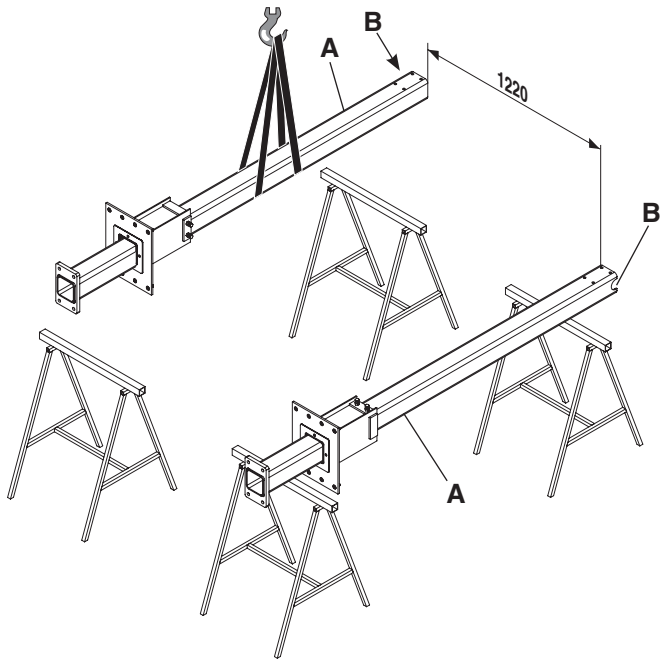
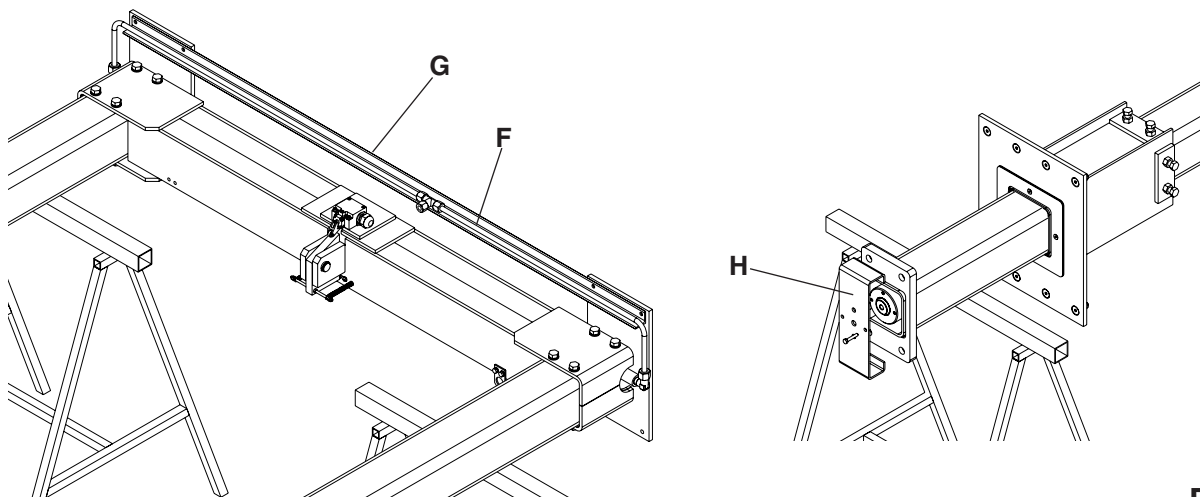

Fig. 10
Fig. 14
- Sollevare le due colonne (A), disporle su quattro cavalletti (fig. 10) ad una distanza di circa 1220mm con gli scassi (B) all'esterno.
- Montare il tubo (F) nei raccordi dei pistoni come in fig. 14 serrandoli bene dopo aver tolto i tappi da tutti i raccordi.
- Montare l'angolare di collegamento (G).
- Montare la piastra (H) su entrambi i pistoni per non farli uscire nel momento in cui il telaio viene montato nella parte sotterranea.
- Lift the two posts (A), and lay them onto four stands (fig. 10) at a distance of about 1,220 mm one from another, and with the shaped recesses (B) facing out.
- Insert tube (F) inside piston connectors, as shown in fig. 14. Remove caps from all connectors and then tighten them well.
- Fit connection angle bar (G).
- Fit plate (H) on both pistons, so as to prevent them from coming out when frame is assembled in the underground area.
- Die zwei Säulen (A) anheben und auf vier Auflageblöcken (Abb. 10) in einem Abstand von ca. 1220 mm mit den Aussparungen (B) nach außen anordnen.
- Die Leitung (F) in die Anschlussstücke der Kolben, wie Abb. 14 angegeben, einbauen und, nachdem die Abdeckungen von allen Anschlussstücken abgenommen wurden, gut anziehen.
- Den Verbindungswinkel (G) einbauen.
- Die Platte (H) auf beiden Kolben montieren, damit diese nicht dann heraustreten, wenn der Rahmen in den unteren Teil eingebaut wird.
- Soulever les deux colonnes (A), les poser sur quatre chevalets (fig. 10) à une distance d'environ 1220mm avec les cavités (B) vers l'extérieur.
- Monter le tuyau (F) dans les raccords des pistons comme indiqué (fig. 14) en les serrant bien après avoir enlever les bouchons de tous les raccords.
- Monter le profil d'angle de liaison (G).
- Monter la plaque (H) sur les deux pistons pour ne pas les faire sortir lorsque le bâti sera monté dans la partie souterraine.
- Levantar las dos columnas (A), colocarlas sobre cuatro caballetes (fig. 10) a una distancia de unos 1220 mm con los encajes (B) hacia fuera.
- Montar el tubo (F) en las uniones de los pistones como ilustra la fig. 14, apretándolos bien después de haber quitado los tapones de todas las uniones.
- Montar el perfil metálico de conexión en forma de L (G).
- Montar la placa (H) sobre los dos pistones para que no salgan cuando se instala el bastidor en la parte subterránea.